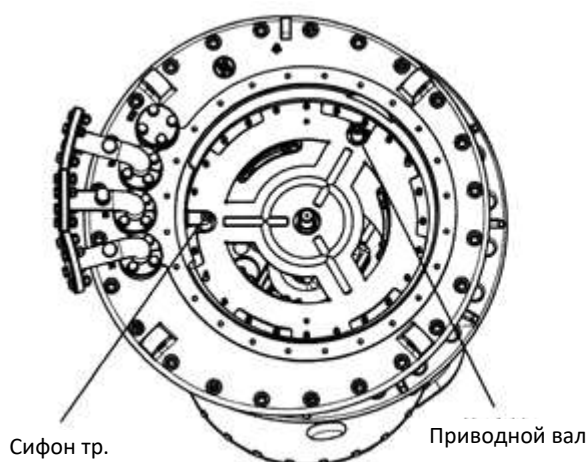

Рис. 33
4. Медленно опустите контактор до конца в его масляный бак. Убедитесь в том, что опорная плита контактора находится в правильном положении (сверху плиты сделано 2 выреза под углом 120° . Один вырез направлен на сифонную трубку, а другой – на приводной вал диска индикации положения). Приверните опорную плиту десятью гайками М8 с пружинной шайбой (Ключ №13, момент затяжки $12\sim 15\text{Н}\cdot\text{м}$) (Рис.33).